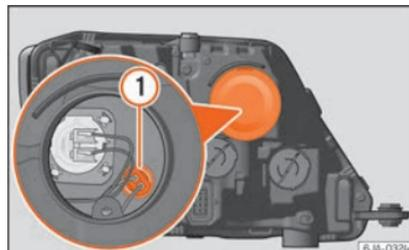

Abb. 90 Glühlampe für Standlicht auswechseln
- Nehmen Sie die Schutzkappe »» **Abb. 90** ab.
- Ziehen Sie die Fassung »» **Abb. 90** ① nach außen ab.